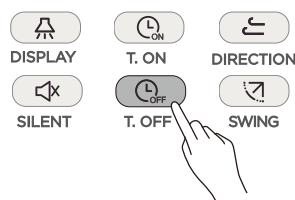

Figura 22
② Pressione ou , para ajustar as configurações do temporizador;
③ Uma vez que o ajuste foi feito, as informações do temporizador são enviadas à unidade interna.
① Pressione (vide Figura 22), o controlador remoto exibirá “temporizador desligado” e “0,0 h mais tarde” aparecerá na área do temporizador. Ajuste agora as configurações do temporizador desligado;